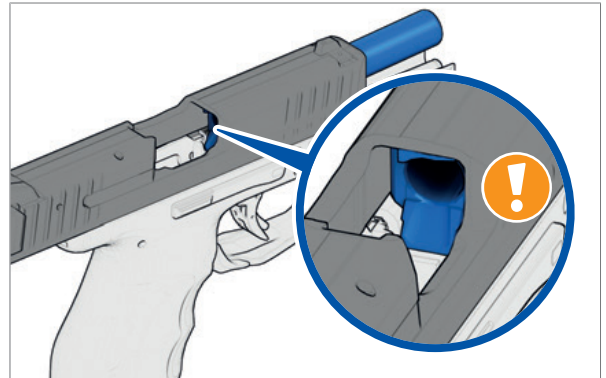

Abb. 14: In das Patronenlager schauen
3. In das Patronenlager schauen (Abb. 14). Es darf sich keine Patrone im Patronenlager befinden. Befindet sich eine Patrone im Patronenlager, liegt eine Störung vor. ► Störungen: Ursachen und Beseitigung.